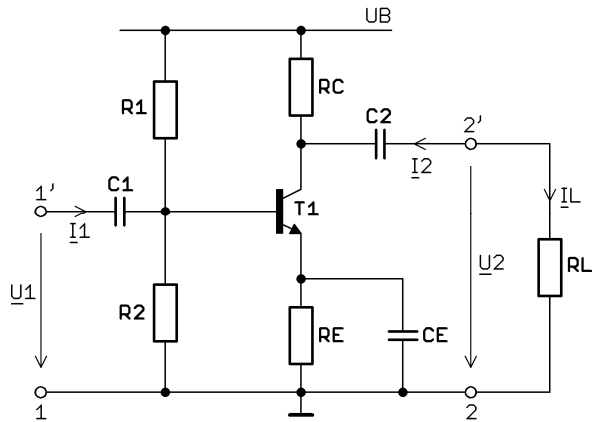

Abb. 3.1: Schaltung
– Abb. 3.1: Zeichnen Sie die statische Arbeitsgerade AGS ein. / 8
- Abb. 3.1: Zeichnen Sie die dynamische Arbeitsgerade AGD ein.
– Abb. 3.1: Ermitteln Sie $U_{2,eff,max}$ einer harmonischen Ausgangsspannung. / 9
- Abb. 3.1: $\bar{u}_1(t) = U_B / 2$. Zeichnen Sie bei allen C den „+“-Pol ein. / 2